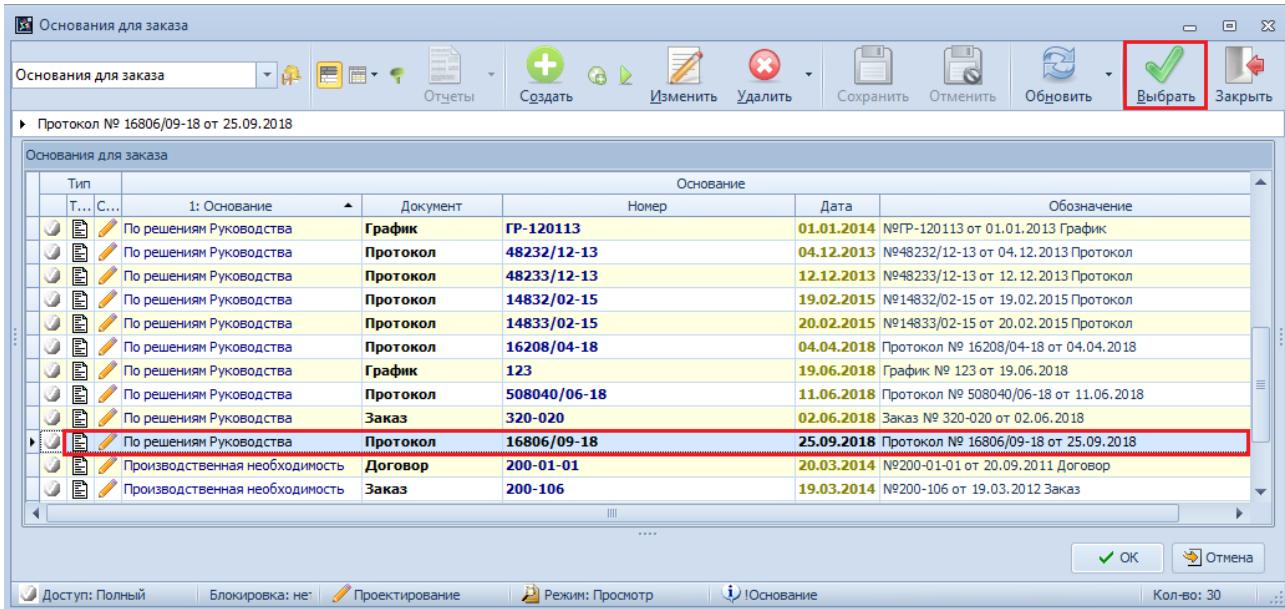

Рисунок 44. Пример выбора документа в окне справочника "Основания для заказа"
- 9.1 В правой части поля атрибута «Документ» нажать кнопку **Выбор ...**. В открывшемся окне справочника «Основания для заказа» выбрать нужный документ и выделить его, щёлкнув по нужной строке таблицы левой кнопкой мыши (рис. 44).
- 9.2 На панели инструментов окна справочника «Основания для заказа» нажать кнопку **Выбрать** (рис. 44).